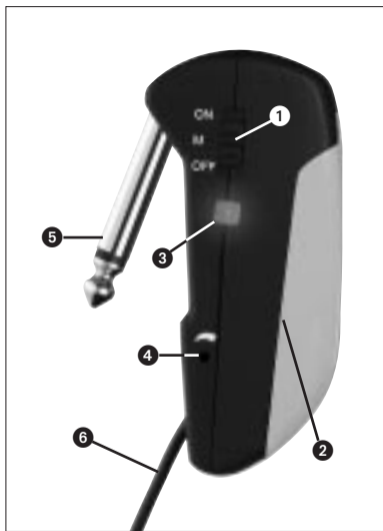

Abb. 1: Bedienelemente GB 40
2.5 Bedienelemente (siehe Abb. 1)